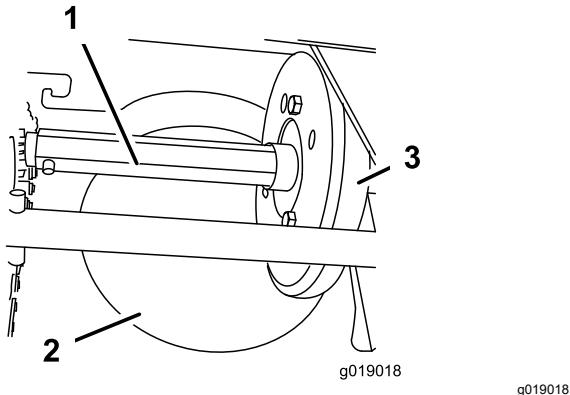

Figure 38
Graissez légèrement l'arbre hexagonal une fois par an avec de l'huile moteur de type automobile (Figure 38).
**Important:** Veillez à ne pas faire couler d'huile sur la roue en caoutchouc ou la poulie à friction en acier, car cela fera patiner la transmission (Figure 38).